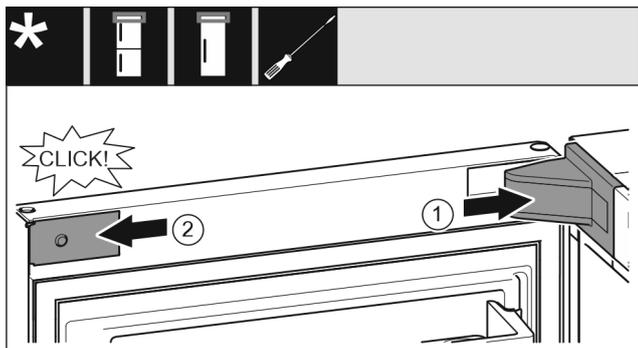

Fig. 25
- ▶ Mettre en place le cache du support de palier Fig. 25 (1) et l'enclencher. Au besoin, l'écartier avec précaution.
- ▶ Placer le cache Fig. 25 (2) sur le côté et l'enclencher.